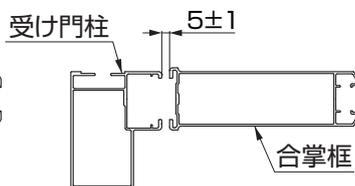

図5-2
②「調整ボルト」をまわして、図5-1、図5-2のようにチリ寸法を5±1mmに調整してください。